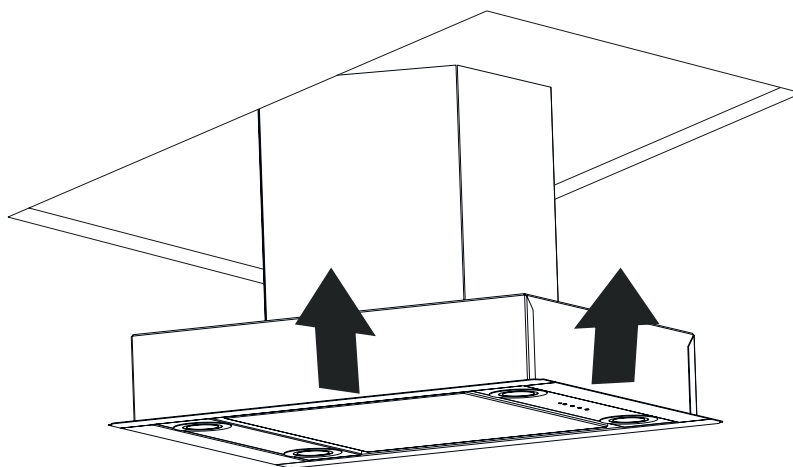

Fig. 9
**3.** ➔ Produktet skal nu skubbes op i hullet (Fig. 9).